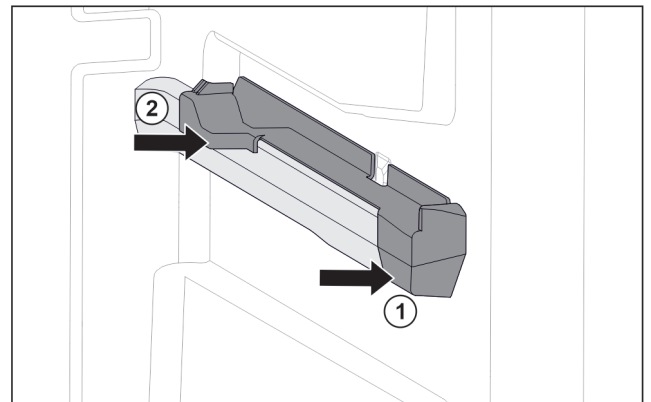

Fig. 76 Aufsteckteil auf der rechten Behälterrippe
- Aufsteckteil vorne an Behälterrippe ansetzen. Fig. 76 (1)
- Aufsteckteil hinten andrücken. Fig. 76 (2)